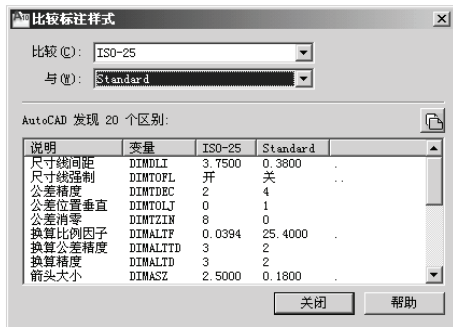

图 8-6 “比较标注样式”对话框
(8) **比较** 按钮：列表显示两种样式设定的区别。如果没有区别，则显示尺寸变量值，否则显示两样式之间变量的区别，如图 8-6 所示。